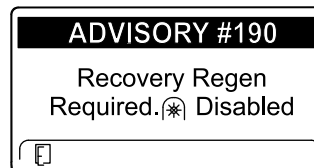

Рисунок 48
- Требуется восстановительная регенерация — вал отбора мощности выключен, ИНФОРМАЦИОННОЕ СООБЩЕНИЕ № 190 (Рисунок 48)